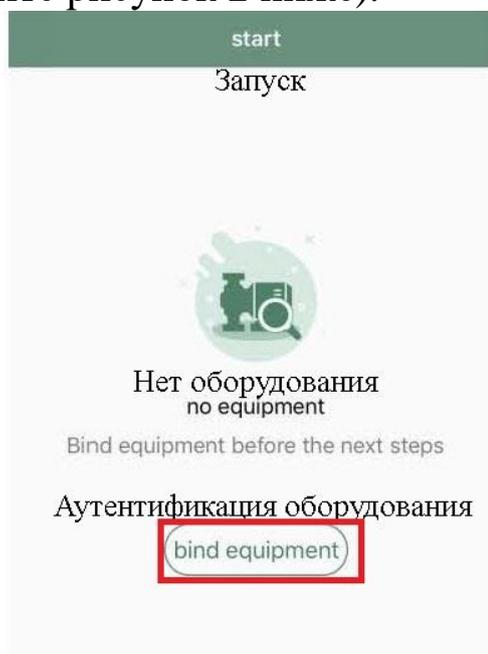

Рисунок 2
3. Нажмите кнопку «bind equipment» (смотрите рисунок 2 ниже).